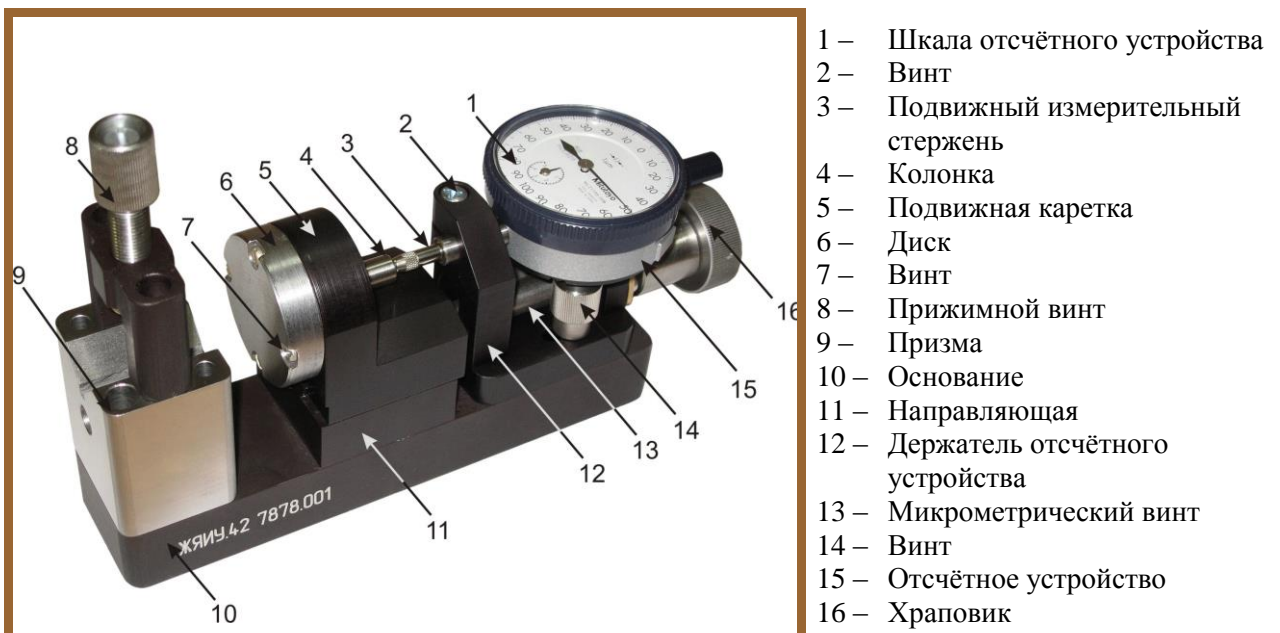
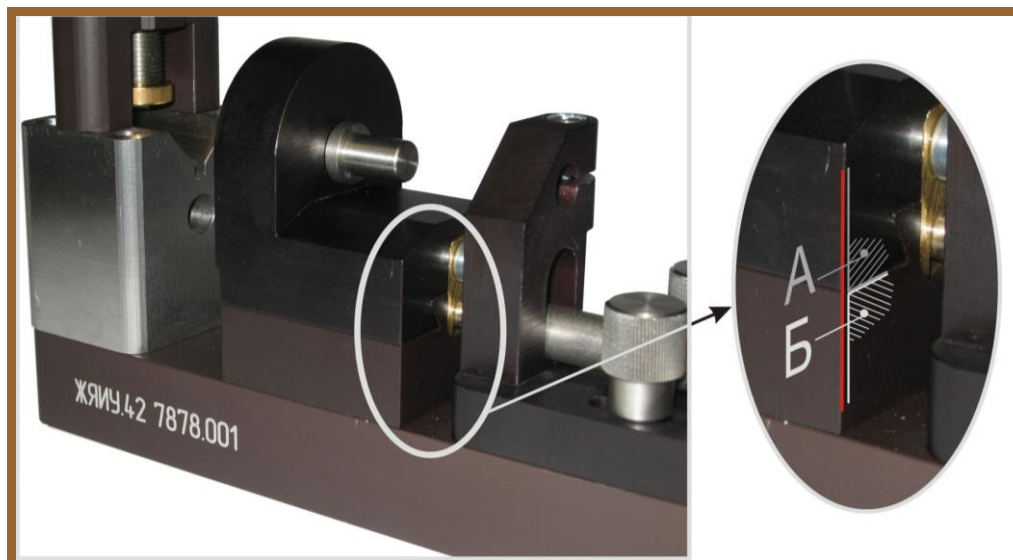

Рисунок 2 – Внешний вид УПД: юстировочный механизм с диском и отсчётным устройством.
Рисунок 4 – Исходное положение подвижной каретки.
1.4.2 УПД состоит из юстировочного механизма и закрепленного на нём отсчётного устройства, служащего для контроля величины выставленного зазора (рисунок 2). Юстировочный механизм служит для плоскопараллельного перемещения диска относительно торцевой (рабочей) плоскости катушки вихретокового преобразователя.
4. На установочной поверхности подвижной каретки (рис.2 поз. 5) и на измерительных поверхностях дисков (рис.2 поз. 6) не должно быть царапин, забоин, сколов.
5. Плоскость колонки рис.2 (поз. 4), в которую упирается измерительный стержень отсчётного устройства (рис.2 поз. 15), должна быть чистой, без царапин.
Проверьте ход измерительного стержня (рис.2 поз. 3) отсчётного устройства (рис.2 поз. 15). Ход должен быть плавным, без рывков.
Поверхность колонки (рис.2 поз. 4), в которую упирается измерительный стержень отсчётного устройства необходимо обезжирить, после чего протереть мягкой и чистой хлопковой салфеткой.
Для обеспечения при проведении измерений максимального перемещения подвижной каретки (рис.2 поз. 5) 6 мм зафиксируйте держатель отсчётного устройства (рис.2 поз. 12) в основании (рис.2 поз. 10) винтами (рис.2 поз. 14) на расстоянии 6 мм от направляющей.
Установите подвижную каретку вращением храповика (рис.2 поз. 16) в положение, при котором поверхности «А» (подвижной каретки) и «Б» (направляющей) совмещаются с общей плоскостью (рисунок 4). Такое положение каретки является исходным перед началом проведения измерений.
Освободите винтом (рис.2 поз. 2) зажим отсчётного устройства.
Зафиксируйте отсчётное устройство в держателе винтом (рис.2 поз. 2).
Установочную поверхность подвижной каретки (рис.2 поз. 5) необходимо тщательно протереть мягкой и чистой хлопковой салфеткой. Поверхности устанавливаемого диска (рис.2 поз. 6) необходимо обезжирить, после чего протереть мягкой и чистой хлопковой салфеткой.
Четырьмя винтами (рис.2 поз. 7) из комплекта поставки закрепите диск на подвижной каретке.
Проверьте плавность перемещения подвижной каретки с диском образцового материала на 1 – 2 мм вращением храповика (рис.2 поз. 16) по часовой стрелке. При этом трещотка храпового механизма срабатывать не должна.
Вращайте шкалу отсчётного устройства (рис.2 поз. 1) до совмещения «0» шкалы с положением большой стрелки отсчётного устройства.